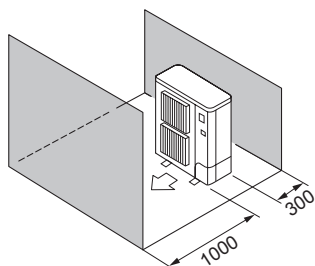

Fig. 2-10
- ⑤ Hindringer kun foran og bak (Fig. 2-10)